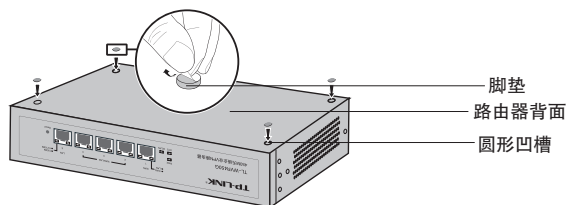

图2-1 安装脚垫示意图
2. 逐个揭去4个脚垫的胶面保护纸，分别黏贴在位于机壳底部四角的圆形凹槽中；如图2-1所示；